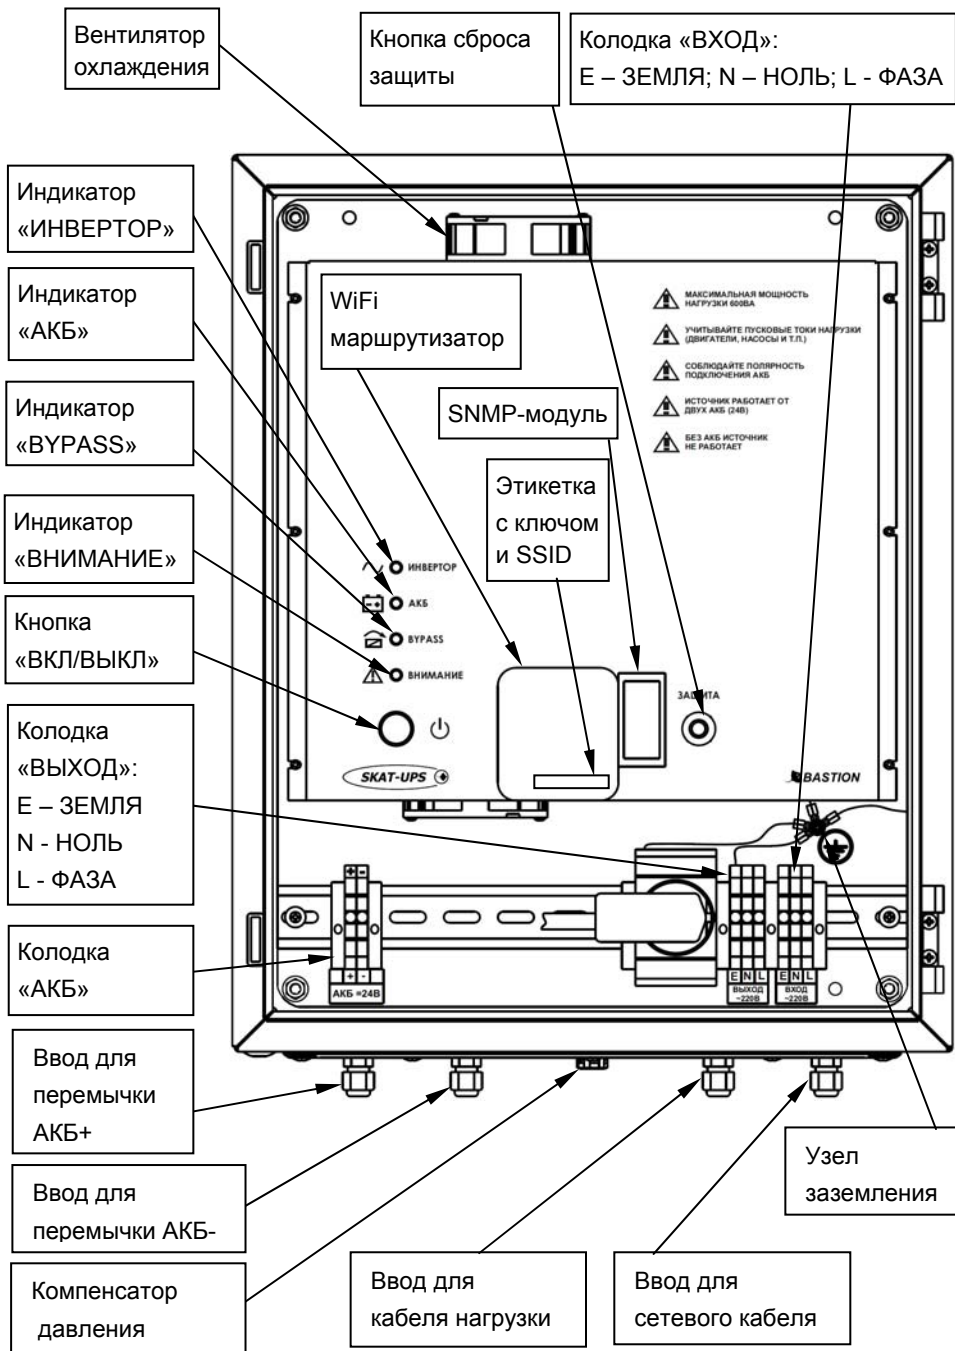

Рисунок 2 - вид изделия с открытой дверцей
Ключ доступа к сети и SSID указаны на этикетке, расположенной на передней панели маршрутизатора (см. рисунок 2).
Установите кабельные вводы и компенсатор давления (входят в комплект поставки) в предусмотренные для них отверстия на нижней стенке корпуса изделия (см. рисунок 2).
Подключение внешних цепей к изделию выполняется через соответствующие кабельные вводы в соответствии с назначением клемм подключения (см. рисунок 2).
- Подключите к изделию, соблюдая полярность, провода для подключения внешней АКБ (см. рисунок 2).